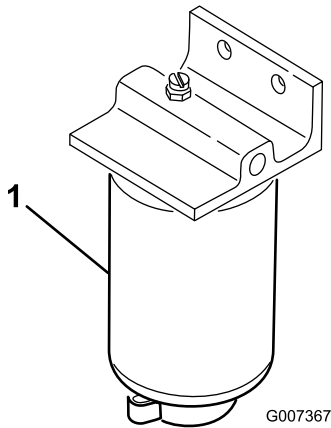

Figura 39
1. Coloque um recipiente limpo debaixo do filtro de combustível (Figura 39).